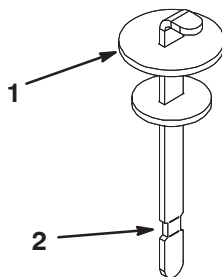

Bild 15
- Entfernen Sie den Peilstab aus dem Einfüllstutzen und wischen ihn mit einem sauberen Lappen ab. Stecken Sie den Peilstab in den Einfüllstutzen und ziehen ihn dann heraus, um den Ölstand zu prüfen. Der Ölstand sollte bei der Marke am Peilstab liegen (Bild 15).